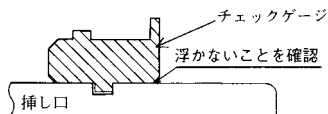

図66 溝深さの確認
- ①チェックゲージ (図66) を加工後の溝に入れて、挿し口全周にわたって浮かないことを確認する。チェックゲージが浮いた場合、溝が浅いので、再度溝切り加工を行う。